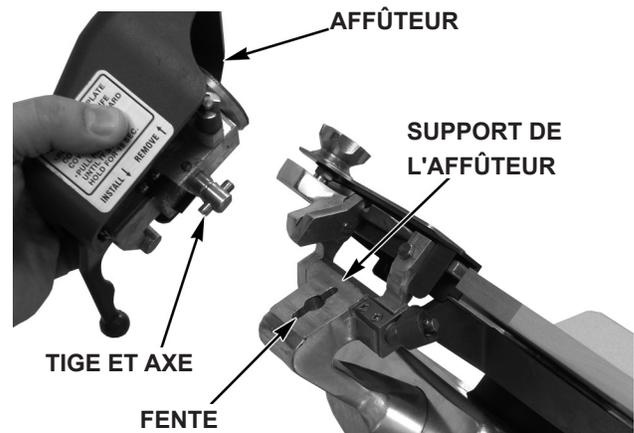

Fig. 16
- Installez l'affûteur en l'abaissant sur le support. La tige et l'axe en bas de l'affûteur peuvent alors correspondre à la fente sur le support de l'affûteur (Fig. 16).